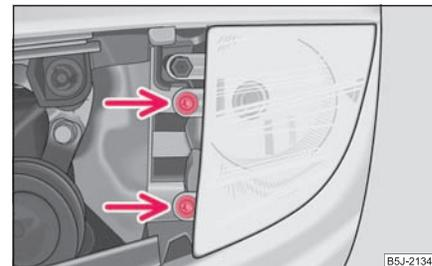

Abb. 210 Ausbau der Glühlampe des Nebelscheinwerfers
- Die Schrauben ⇒ Abb. 210 herausdrehen und den Nebelscheinwerfer herausnehmen.
- Drehen Sie die Schrauben ein ⇒ Abb. 210 und setzen Sie das Gitter wieder ein ⇒ Seite 216. ■